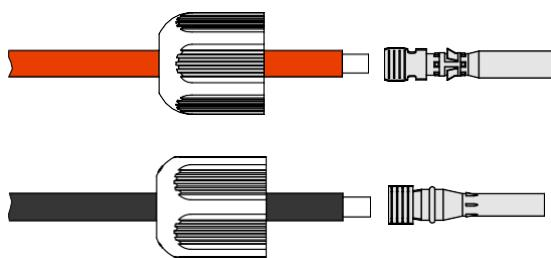

Figura 3-17 Crimpe o terminal de metal
**Etapa 2** Solte a contraporca da conexão positiva e negativa, passe os cabos positivo e negativo pela contraporca correspondente e, em seguida, insira o cabo positivo e o cabo negativo no terminal de metal positivo e no terminal de metal negativo, respectivamente. Crimpe os terminais de metal firmemente com um alicate de crimpagem, conforme mostrado na Figura 3-17.